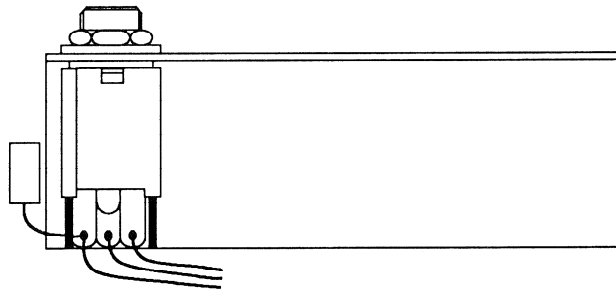

Fig. 2
- Kabelstrang mit Kopfhörerbuchse durch Rechteckausschnitt im Laufwerk-gusschassis durchführen und Buchse an im Kit enthaltenen Trägerwinkel festschrauben. (1/2" Schlüssel) Fig. 2